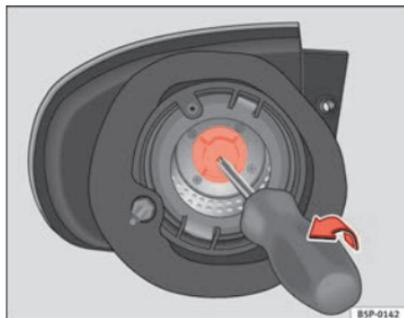

Fig. 199 Luz indicadora de mudança de direcção.
- Retire o porta-lâmpadas do indicador de mudança de direcção com a ajuda de uma chave de parafusos no sentido da seta ⇒ Fig. 199.